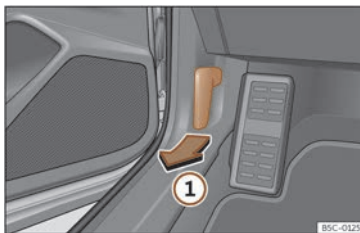

Fig. 213 Palanca de desbloqueig a l'espai reposapeus del conductor.
- Obriu la porta i estireu la palanca que hi ha sota del tauler d'instruments >>> **fig. 213 ①**.